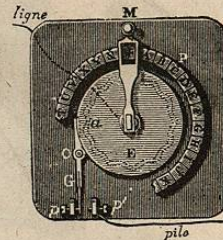

Fig. 471. — Manipulateur du télégraphe à cadran.
*Manipulateur.* — Un disque de cuivre horizontal E (fig. 471), que l'on peut faire tourner autour de son centre à l'aide de la manivelle M, porte sur sa